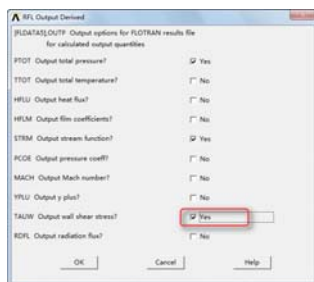
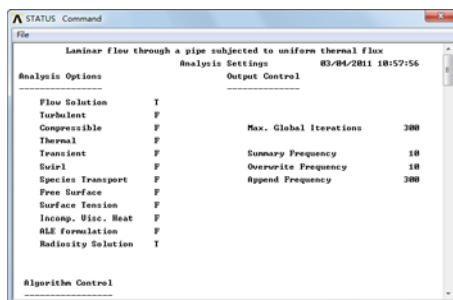
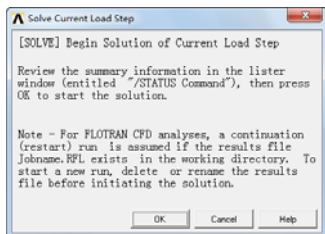
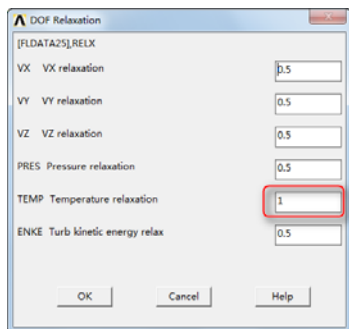

图 8-33 “RFL Output Derived” 对话框
图 8-34 “STATUS Command” 对话框
图 8-35 “Solve Current Load Step”对话框
图 8-40 “DOF Relaxation” 对话框
④依次选择 Main Menu→Solution→FLOTTRAN Set Up→Additional Out→RFL Out Derived, 会弹出“RFL Output Derived”对话框, 在“TAUW Output wall shear stress?”后的框中单击一下, “No”会变成“YES”, 其余设置默认, 如图 8-33 所示, 单击“OK”按钮关闭该对话框。
⑤依次选择 Utility Menu→Select→Everything。
⑥依次选择 Main Menu→Solution→Solve→Current LS, 会弹出“STATUS Command”对话框和“Solve Current Load Step”对话框, 如图 8-34 和图 8-35 所示。关闭“STATUS Command”对话框, 单击“Solve Current Load Step”对话框上的“OK”按钮, ANSYS 开始求解计算。
⑩依次选择 Main Menu→Solution→FLOTRAN Set Up→Relax/Stab/Cape→DOF Relaxation, 会弹出“DOF Relaxation”对话框, 如图 8-40 所示, 在“TEMP TTEMPERATURE relaxation”输入框中输入 1, 其余选项均采用默认设置, 单击“OK”按钮关闭该对话框。
⑪依次选择 Utility Menu→Select→Everything。
⑫依次选择 Main Menu→Solution→Solve→Current LS, 会弹出“STATUS Command”对话框和“Solve Current Load Step”对话框, 如图 8-34 和图 8-35 所示。关闭“STATUS Command”对话框, 单击“Solve Current Load Step”对话框上的“OK”按钮, ANSYS 开始求解计算。